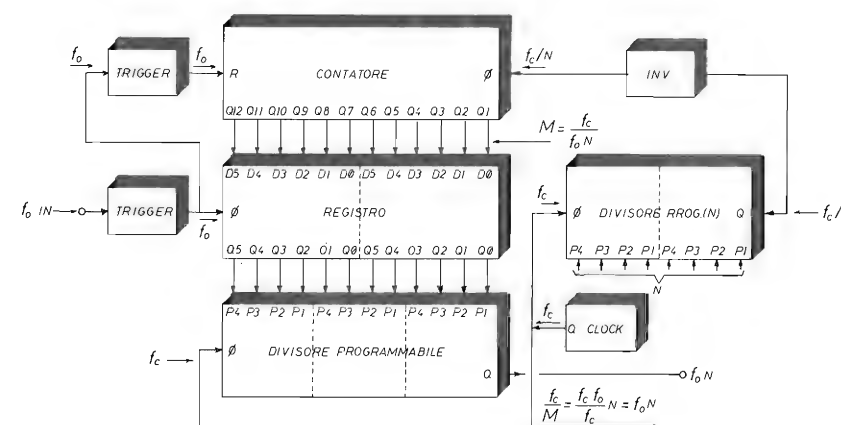

figura 1 - Schema a blocchi di moltiplicatore di frequenza.
Nel circuito di figura 1, il clock a frequenza di ripetizione  $f_c$  è applicato ad un divisore programmato col quale viene impostato il fattore di moltiplicazione  $N$ . Il segnale di clock, diviso per  $N$  ( $f_c/N$ ) triggera un contatore binario sufficientemente lungo che il segnale d'ingresso, a frequenza  $f_o$ , periodicamente reseta.
Lo stato  $M=f_c/f_oN$  che detto contatore così assume, memorizzato nel registro collegato ai suoi  $Q$ , viene trasferito agli ingressi di preset di un divisore programmabile sincrono; all'ingresso di quest'ultimo è ancora applicato il clock  $f_c$ . Ne consegue che dall'uscita di detto divisore emergono impulsi alla frequenza di ripetizione  $f_c/M$ , cioè  $f_o/N$  (vedi figura 1).
Impiegando un contatore binario a 12 stadi, il massimo valore che  $M$  può assumere è  $2^{12}=4096$ . Dato che (vedi figura 1)  $M=f_c/f_0 \cdot N$ , si ha che
so ad esempio ( $f_c=250$  kHz,  $N=100$ ) è di 0.07 Hz. ad 1 logico) ed il secondo in binario (pin 10 a 0 logico). Ancora dalla figura 1 si osservi che la frequenza del segnale in uscita,  $f_0 \cdot N$ , è indipendente da  $f_c$ ; il clock potrebbe perciò essere un semplice multivibratore astabile; per la validità dell'equazione (1) è però conveniente servirsi di un generatore quarzato opportunamente diviso.